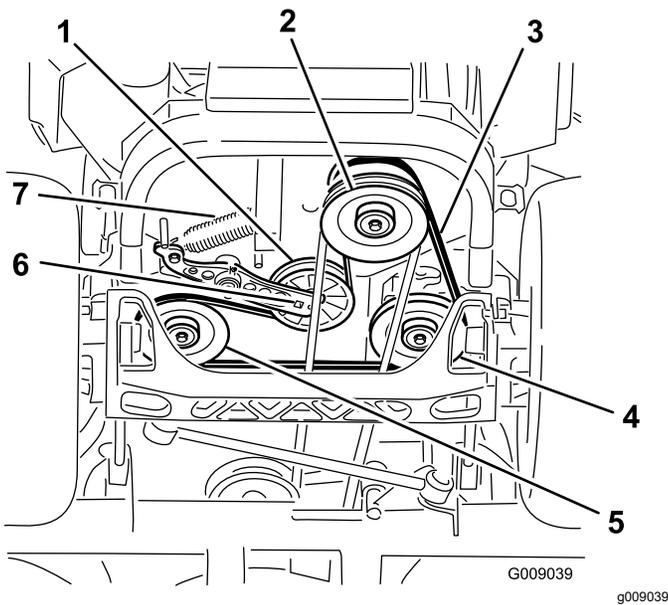

Figura 94
4. Levante la máquina y apóyela sobre gatos fijos (Figura 94).
5. Utilice una llave de carraca en el taladro cuadrado del brazo tensor para retirar el muelle tensor (Figura 94).
6. Desenganche el muelle de la polea tensora del bastidor (Figura 94).
9. Utilizando la llave de carraca en el taladro cuadrado del brazo tensor, instale el muelle tensor en el bastidor (Figura 94).